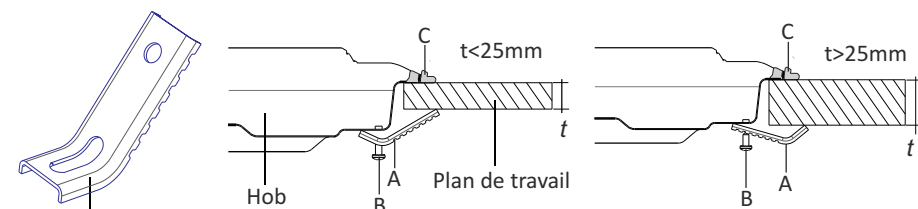

Figure 7 - Installation avec
- Vérifiez le type de supports fournis dans le kit de montage présenté dans les figures 7 et 8 et continuez en conséquence
Insérez l'appareil dans l'aperture et fixez en position à travers les supports (A) et les vis (B). Ajustez la position des supports en fonction de l'épaisseur du plan de travail comme indiqué à la figure 7 et serrez les vis uniformément